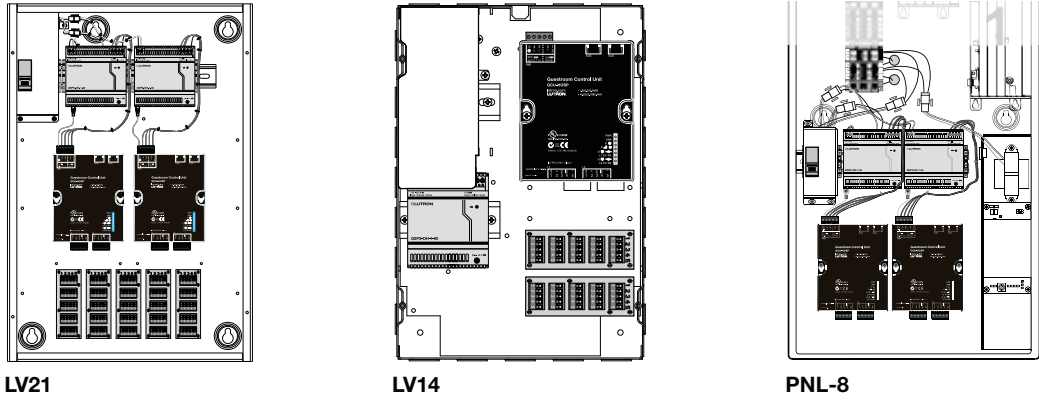

Figura 2: Cableado de la alimentación eléctrica
- Conecte la alimentación eléctrica:** La unidad de control de cuartos de huéspedes se energiza desde la fuente de alimentación QSPS-DH-1-60. Conecte el arnés desde esta alimentación al bloque de terminales PWR de la unidad de control de cuartos de huéspedes (consulte la **Figura 2**). Este arnés tiene cuatro cables, uno NEGRO y tres ROJOS. El cable NEGRO se conecta a la clavija 1 (COM) y uno de los cables ROJOS se conecta a la clavija 2 (P) para alimentar la unidad de control de cuartos de huéspedes. Los otros dos cables pueden ser conectados a las clavijas 3 y 4 (L1 y L2), según sea que los enlaces configurables L1 y L2 requieran alimentación eléctrica. Aísle todo cable no utilizado.
- Conecte el cable de tierra de la unidad de control de cuartos de huéspedes:** Conecte el extremo previamente pelado del cable de tierra (incluido) al terminal 5 (⊥) del bloque de terminales PWR. Conecte el extremo en terminal de horquilla del cable al panel con el tornillo dentado incluido tal como se muestra en la sección LV21 de la **Figura 2**.